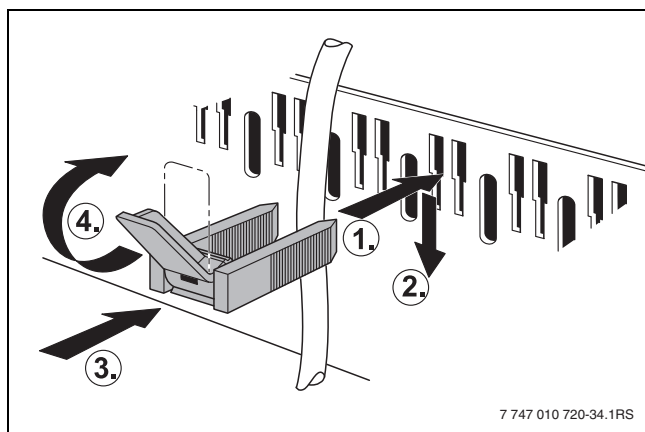

Fig. 17 Asegurar los cables con una abrazadera
- Colocar la abrazadera con el conducto desde arriba en la ranura y presionar hacia abajo hasta que el cable esté inmovilizado (→ fig. 17, pág. 17).